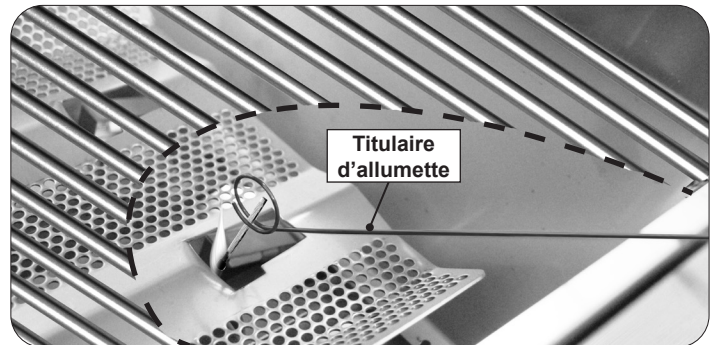

Fig. 30-2 - Éclairage manuel
2. Insérez soit un allumeur au butane brûlant à long canon, soit un allumeur à longue tige brûlante dans l'ouverture de la grille de cuisson vers le haut du brûleur (Fig. 30-2).
4. Si le brûleur ne se allume pas dans les **cinq (5) secondes** de tourner le bouton de commande, enfoncez immédiatement le bouton et tournez la valve à **AU LOIN**. ATTENDEZ CINQ (5) MINUTES avant de répéter les étapes 2 à 4 des instructions manuelles d'éclairage.